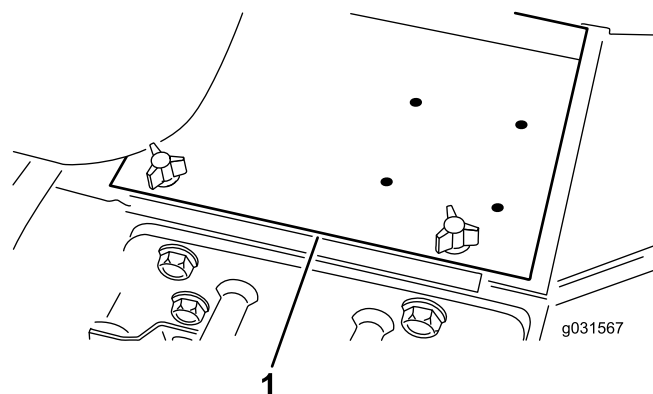

Figura 3
1. Retire la tapa de la batería (Figura 3).